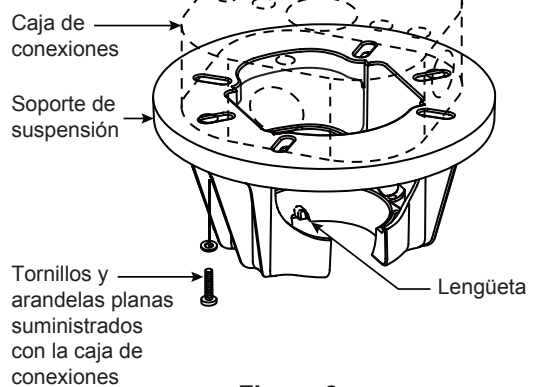

Figura 3
Uso del soporte (Figura 3)
3. Afloje los dos tornillos de fijación del soporte del barral de soporte para techo a través de la varilla. Introduzca los cables de color negro, blanco y azul a través de la varilla. (Figura 3)
- 3. Extraiga uno de los tres tornillos del unidad de carcasa. Guarde el tornillo para pasos posteriores y afloje levemente los otros dos tornillos. (Figura 3)
1. Fije bien el soporte de suspensión a la caja de conexiones con los tornillos y las arandelas planas suministrados con la misma. (Figura 3)
NOTA: Se deben pasar los tornillos de la caja de conexiones a través de los orificios que se encuentran en el soporte de suspensión. (Figura 3)
3. Con cuidado, levante el ventilador y apoye la unidad del barral/de la semiesfera en el soporte de suspensión que acaba de fijar a la caja de conexiones. (Figura 4) Asegúrese de que la ranura en la semiesfera esté alineada con el reborde del soporte de suspensión. (Figura 3)
2. Deslice el receptor en el soporte de suspensión antes de realizar el cableado como se muestra en la figura 3.
- 3.** Para que el ventilador sea funcional, instale las pila (incluidas) de 23A/12V en el transmisor del mando a distancia. Mientras el ventilador esté apagado. A continuación, siga el proceso de fijación remota de código. Si no se utiliza el ventilador durante un largo periodo de tiempo, extraiga la batería para evitar cualquier daño al transmisor. Almacene el mando a distancia en un lugar alejado del calor o la humedad excesiva. (Figura 3)